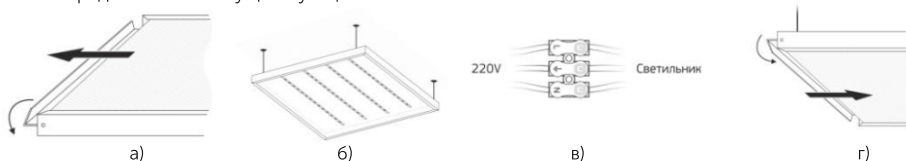

Рисунок 5 - Установка светильника Geniled серии Офис, ЛПО на ровную поверхность.
5.3.1. Установка светильника Geniled на ровную поверхность либо на подвесы (Рисунок 5) (только для светильников серии Офис, ЛПО). Откройте откидную крышку и извлеките рассеиватель (Рисунок 5, а). Установите на подготовленное место (Рисунок 5, б). Присоедините сетевые провода к клемме (Рисунок 5, в). Установите рассеиватель и закройте откидную крышку (Рисунок 5, г).